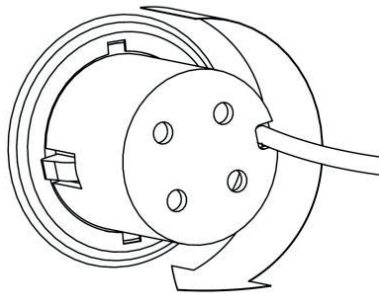

Рисунок 19
3. Удерживая лампу за корпус, извлечь ее (Рис. 19).